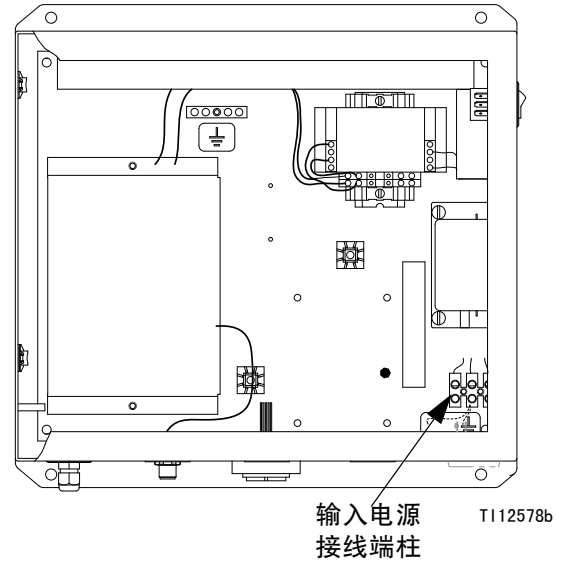

图 12. 主电源连接
2. 参见图 12 和 **系统电路图**（第 32 页），了解 L1、N 和 EasyKey 内的接地线连接。